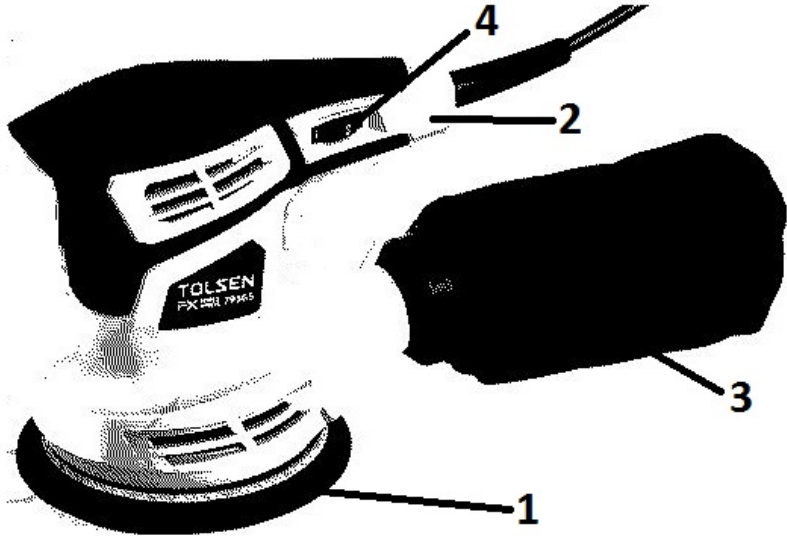

Рисунок 1
2.2.1 Конструкція виробу складається з пластикового несучого корпусу з колекторним двигуном змінного 1-фазного струму, перемикачем (4), мережевим шнуром живлення згідно з рис.1. Вихідний вал через ексцентрик-орбітальний механізм передає рух на шліфувальну платформу дельта подібної форми (1). Абразивний аркуш приєднується до платформи за допомогою петле-гачкового з'єднання («липучка»). Електрична частина виробу складається з колекторного однофазного електродвигуна змінного струму, вимикача електричного струму, індикатора живлення з'єднувальних проводів і мережевого шнура. Захист від ураження електричним струмом користувача у виробу відповідає класу II за ДСТУ EN 61140:2015.